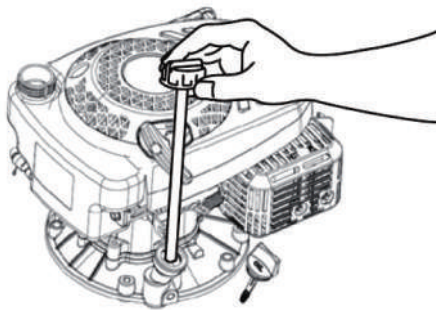

Рис. 15
4. Откройте крышку маслозаливной горловины (Рис. 15)